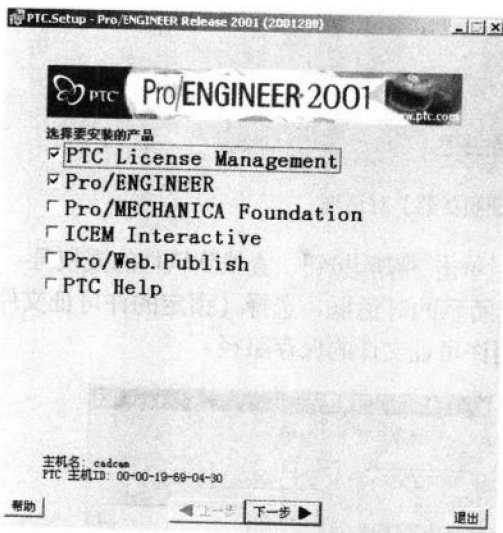

图 1-4 软件安装首页
- (5) 控制面板中的环境变量设定完成后，插入 Pro/E 的安装光盘，单击安装文件“setup.exe”，进入软件安装的首页（如图 1-4 所示），开始安装软件。